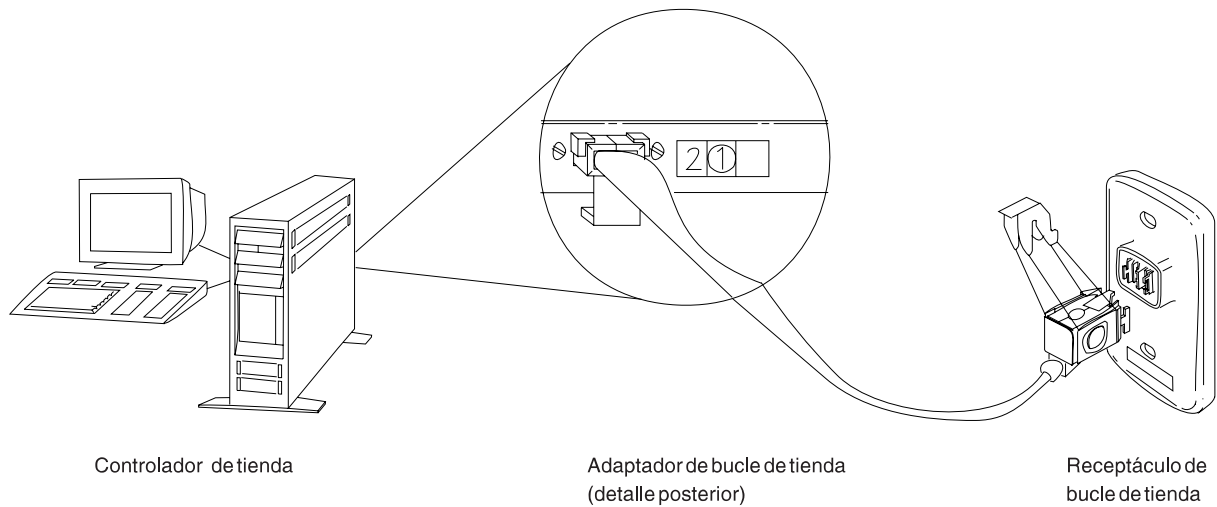

Figura 44. Adaptador de bucle de tienda del controlador de tienda y receptáculo de bucle de tienda
- Desconecte del bucle de tienda el controlador de tienda primario desenchufando el cable de bucle de tienda del receptáculo de bucle de tienda. Consulte la Figura 44 en la página 563.
- Desconecte del bucle de tienda el controlador de tienda de reserva desenchufando el cable de bucle de tienda del receptáculo de bucle de tienda. Consulte la Figura 44 en la página 563.
- Desconecte este terminal del bucle de tienda desenchufando el cable de bucle de tienda del receptáculo de bucle de tienda. Consulte la Figura 44 en la página 563.
¿Está enchufado el cable de bucle de tienda al adaptador de bucle de tienda en el controlador de tienda activo? Consulte la Figura 44 en la página 563.